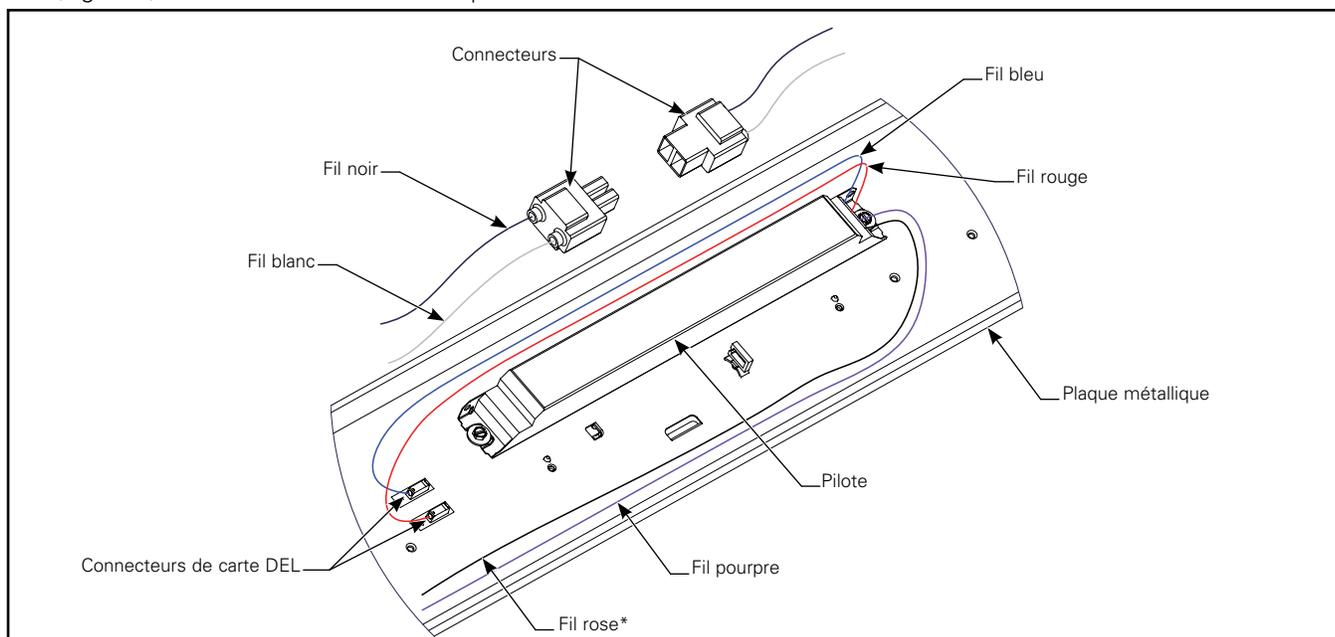

Figure 3.
6. Raccordez tous les fils du luminaire aux fils d'alimentation électrique : Le fil blanc avec le fil blanc, le fil noir avec le fil noir et le fil bleu facultatif pour la version EM. Si c'est le cas, raccordez les fils pourpre et rose* au système de gradation (Figure 3)*. Utilisez la vis verte fournie pour raccorder le fil de mise à la terre au luminaire existant.